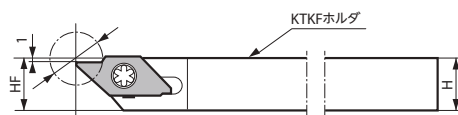

Fig. 2 TKF-AS 取付時 (刃先高さが1mm センタより低い)
- 注1) KTKFホルダに「TKF-AS」を取付けますと刃先はセンタより1mm低くなります。(Fig. 2 参照)